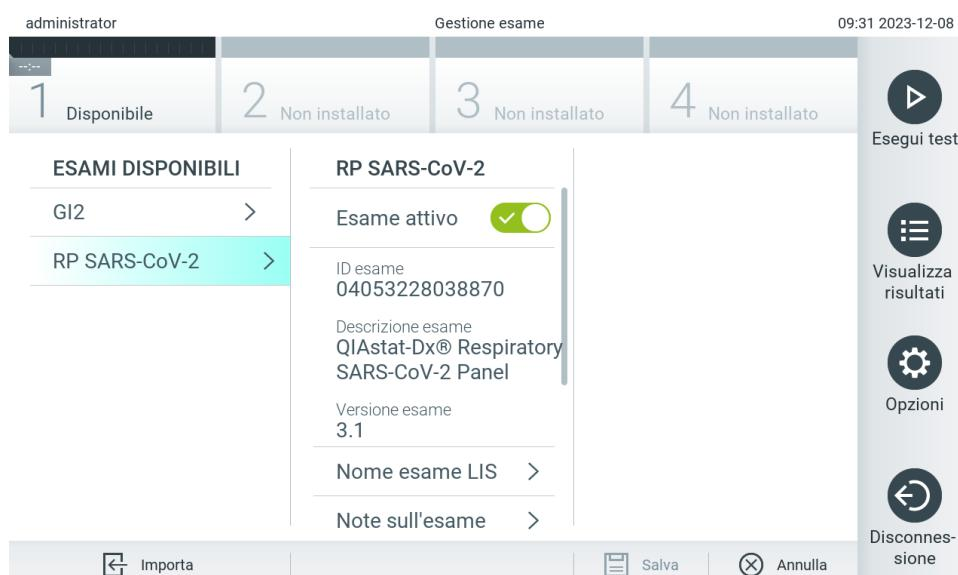

Figura 57. Gestione degli esami disponibili.
- Premere Options (Opzioni) > Assay Management (Gestione esame) per accedere alla schermata Assay Management (Gestione esame). Gli esami disponibili sono elencati nella prima colonna dell'area dei contenuti (Figura 57).